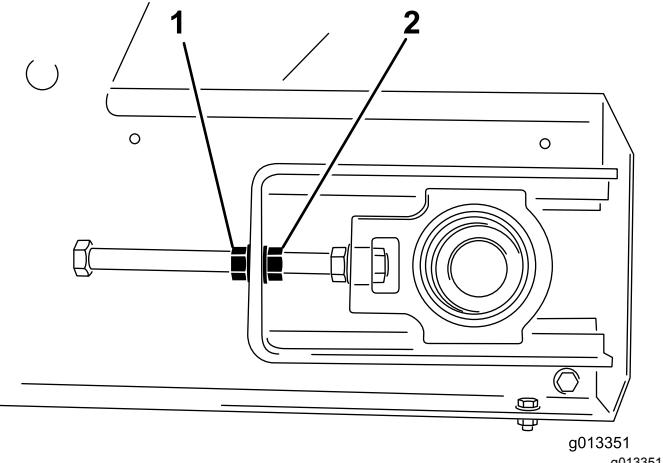

Figura 55
- Usando 2 llaves, sujeté el extremo de la varilla tensora y luego afloje la contratuerca, es decir, la tuerca más próxima al extremo de la varilla (Figura 55).
- En el lado hacia el cual se desvía la cinta, sujeté el extremo de la varilla tensora, luego afloje la contratuerca y apriete la tuerca de ajuste 2 caras de la tuerca (Figura 55).